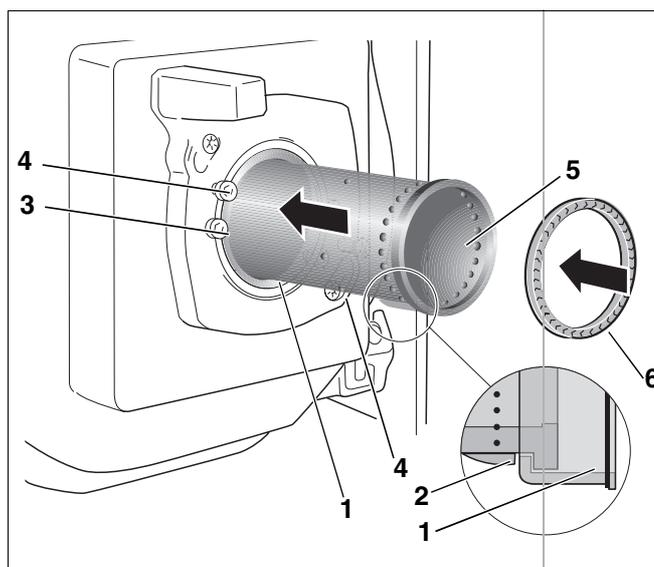

Abb. 31 Keramik-Brennerrohr austauschen
- Keramik-Brennerrohr (Abb. 31, **Pos. 5**) in das Stützrohr einsetzen. Führen Sie dazu das Keramik-Brennerrohr über die Nase (Abb. 31, **Pos. 2**) hinweg bis gegen den Anschlag des Stützrohrs. Die Nase des Keramik-Brennerrohrs muss dabei nach unten zeigen und einrasten (Abb. 31, Lupe).
- Neue Dichtung (Abb. 31, **Pos. 6**) einsetzen.
- Vor dem Einbau des Brenners die Dichtung (Abb. 31, **Pos. 6**, Seite 30) zwischen Mischsystem und Brennerrohr prüfen.
- Den Brenner auf die beiden Schrauben im Brennerflansch (Abb. 31, **Pos. 4**, Seite 30) aufsetzen.
- Linksdrehung bis zum Anschlag und die Befestigungsschrauben (Abb. 31, **Pos. 3**, Seite 30) wieder anziehen.